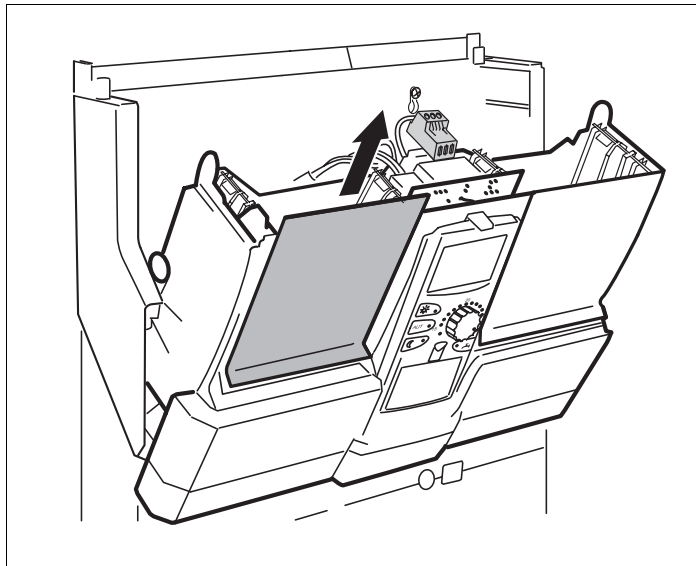

Fig. 5 Îndepărtarea panoului orb
- Se îndepărtează panoul orb de pe soclul 1 (fig. 5) din aparatul de reglare.